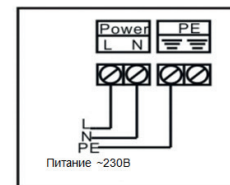

рис. 1
Питание прибора 230 В. Подключите питание к соответствующим клеммам терминалам J3 и PROTECTION (PE): L-фаза; N-ноль; PE- заземление (рис. 1)